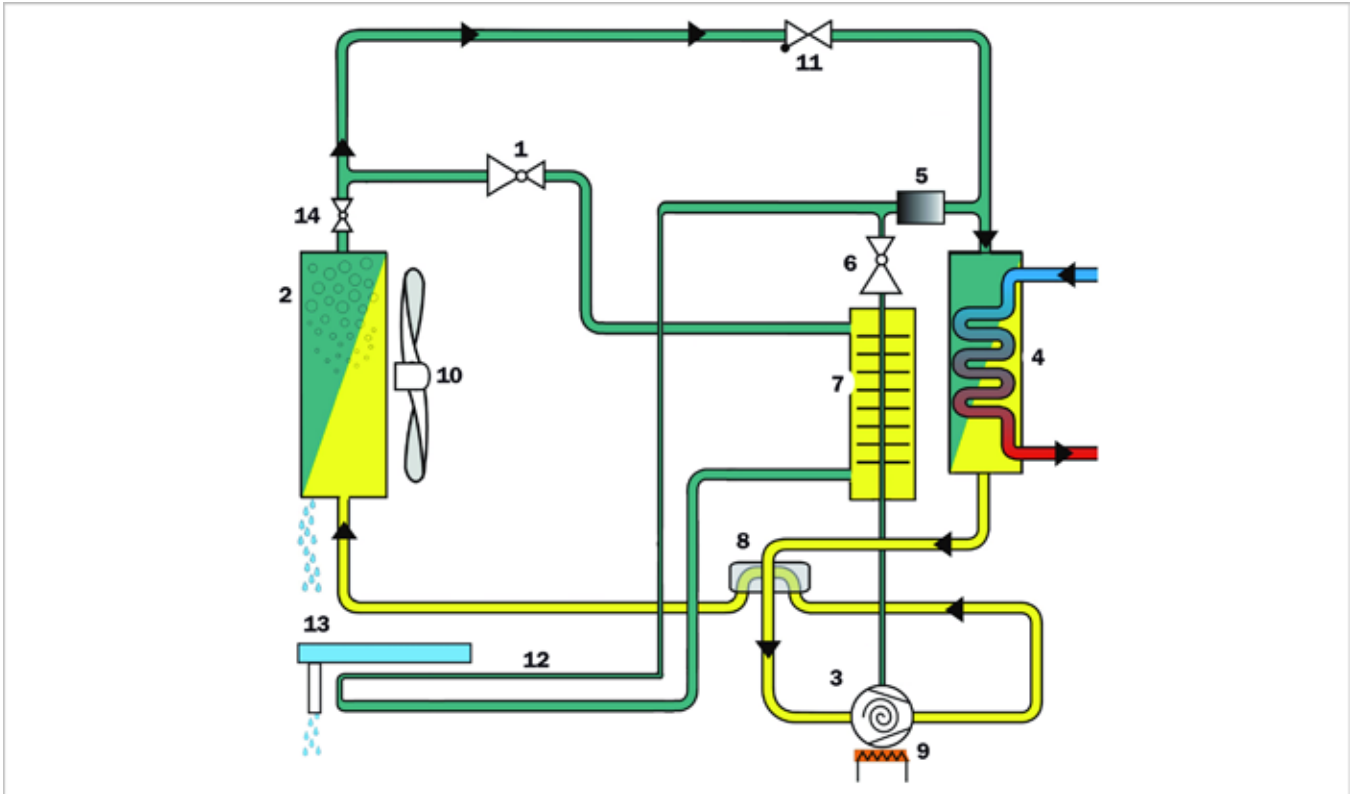

Abb. 4: Hauptkomponenten und Kältekreis der Luft- / Wasser-Wärmepumpe (Abtaubetrieb)
deaktiviert und ein 4/2-Wege-Ventil (8) schaltet so um, dass der Kältekreislauf umgekehrt wird. SolvisBen bzw. SolvisMax werden etwas Energie entzogen und der Verdampfer erwärmt sich, um die darauf befindliche Eisschicht abzutauen. Das Wasser wird nach unten abgeleitet. Deutlich wird das Prinzip des Abtauens in der Grafik „Abtaubetrieb“ (vgl. → Abb. 4), im Vergleich zur Grafik „Heiz-